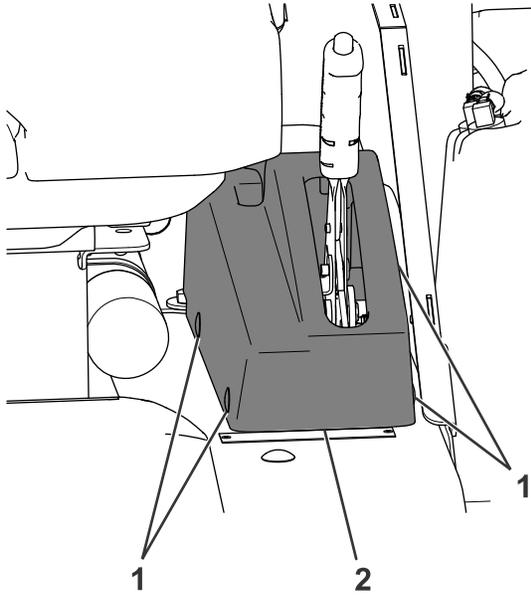

Figura 2
3. Retire y deseche los tapones de plástico que fijan la cubierta del freno de estacionamiento a la máquina (Figura 2). Retire la cubierta del freno de estacionamiento.
3. Instale la cubierta del freno de estacionamiento que retiró anteriormente usando 4 tapones de plástico nuevos para sujetarla a la máquina (Figura 2).